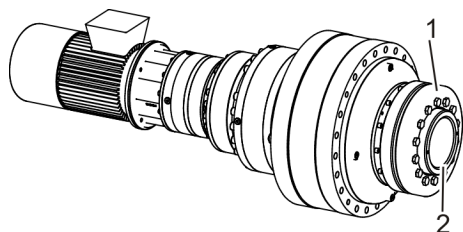

Fig. 38: Réducteur équipé d'une frette d'assemblage côté sortie
1. ➔ Lorsque le réducteur est équipé d'un arbre creux (Fig. 38/2) pour une frette d'assemblage (Fig. 38/1) du côté sortie, tenir compte des documents du fabricant lors du montage de la frette d'assemblage.